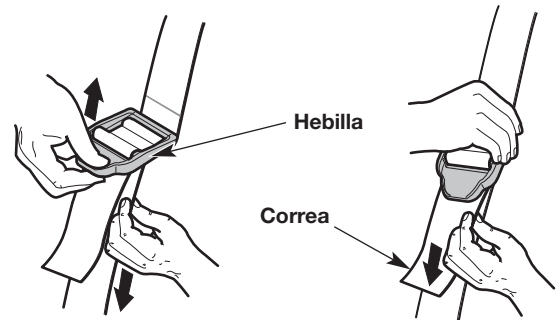

Fig. 6
6. Ajuste la correa de hombro para adecuarla al operador (Fig. 6). Tire de la hebilla hacia arriba para aflojar la correa. Tire de la correa hacia abajo para ajustarla.